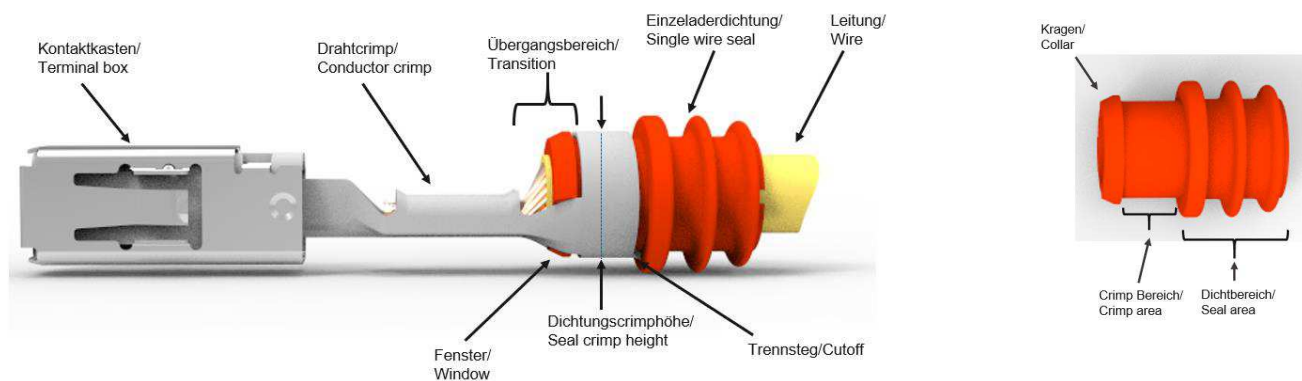
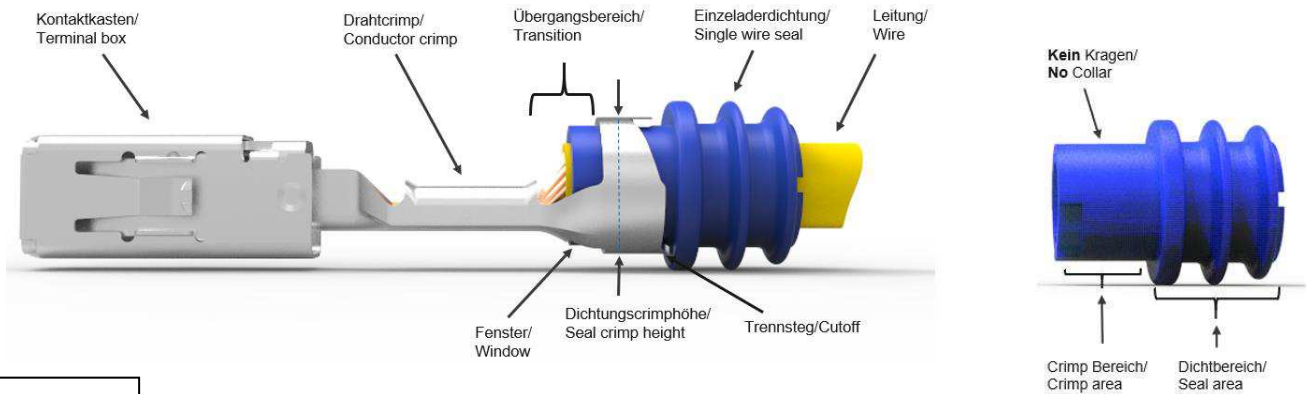

Bild 1 / Fig 1
Bild 3 / Fig 3
Diese Spezifikation gilt für alle Systeme, die von TE Connectivity entwickelt wurden, und einen Crimp Bereich für Einzeladerdichtungen besitzen. Der Einzeladerdichtungscrimp ist am Crimpkontakt in Form eines „O“ (siehe Bild 1&2), oder Umfassungscrims „Wrap“ (siehe Bild 3&4) ausgeführt. Die Dimensionen der Dichtungscrimpplanken, der zu verwendeten Leitung und der Einzeladerdichtungen sind aufeinander abgestimmt.
*This specification applies to all terminal systems developed by TE Connectivity which have a crimping area for single wire sealing. The single wire sealing crimp on the terminal is designed in the form of an “O” crimp (see Fig. 1&2), or of a wrap crimp “Wrap” (see Fig. 3&4). The dimensions of the seal crimp wings, the wire to be used and the single wire seals are adjusted to one another.*